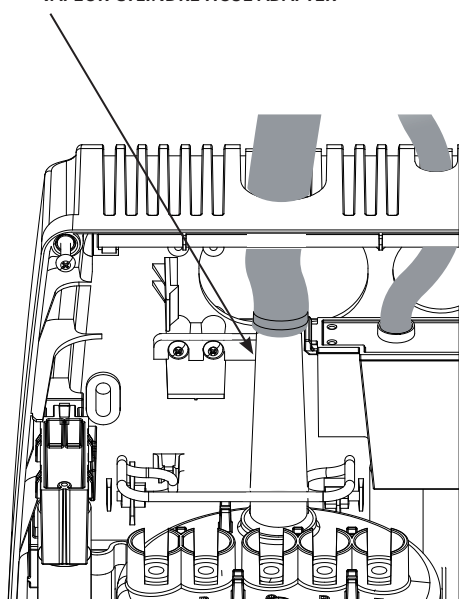

Fig. 3.k
- ➡ **Attention:** pour permettre le retour de la condensation à travers la connexion de drainage, monter le distributeur légèrement incliné (au moins 2°, v. Fig. 3.l).
Durant la distribution de la vapeur, une partie de celle-ci peut se condenser et causer ainsi des pertes de rendement et du bruit (sous forme de gargouillements). Pour décharger ces accumulations de condensation, raccorder à la base du distributeur un tuyau flexible de drainage (code CAREL 1312353APG) avec un syphon et une inclinaison minimum de 5° (voir fig. 3.l). Le tuyau de transport de la condensation doit être inséré dans l'orifice situé dans la partie supérieure de la cuvette de remplissage située à l'intérieur de l'humidificateur, comme illustré en fig 3.k.